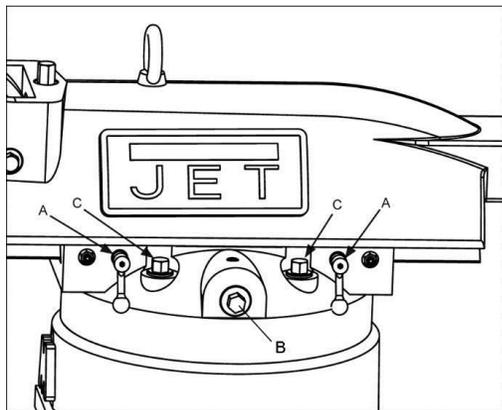

Рисунок 19 (Показан JTM-949LTS)
1. Ослабьте две ручки (А, Рис. 19), которые фиксируют консоль на его направляющих.
2. Поверните шестерню консоли (В, рис. 19) с помощью ключа, чтобы продвинуть консоль по направляющим.
3. Когда подвижная консоль перемещена в нужное положение, плотно затяните ручки (иди шестигранные гайки) (А, рис. 19).
1. Ослабьте четыре зажимных болта поворотной башни (С, рис. 19), которые закрепляют консоль на верхней части основания. Чтобы поворотная башня могла перемещаться, достаточно ослабить винты на пол-оборота.
3. Затяните четыре зажимных болта поворотной башни (С, рис. 19). Затягивайте в два этапа при помощи выставленного на определенную величина динамометрического ключа. Используйте перекрестную схему затяжки. Сначала затягивайте при величине крутящего момента 3,45 кгс*м, и окончательно при 6,9 кгс*м.